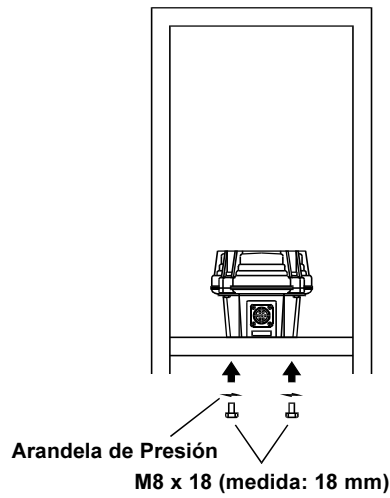

Figura 10
2. Fije el rotador en la placa de montaje respectiva de la torre utilizando los pernos M8 x 18 y las arandelas de presión que se suministran con el equipo. Es recomendable untar ligeramente las puntas de los pernos con grasa lubricante para facilitar su remoción en el futuro (ver figura 10).